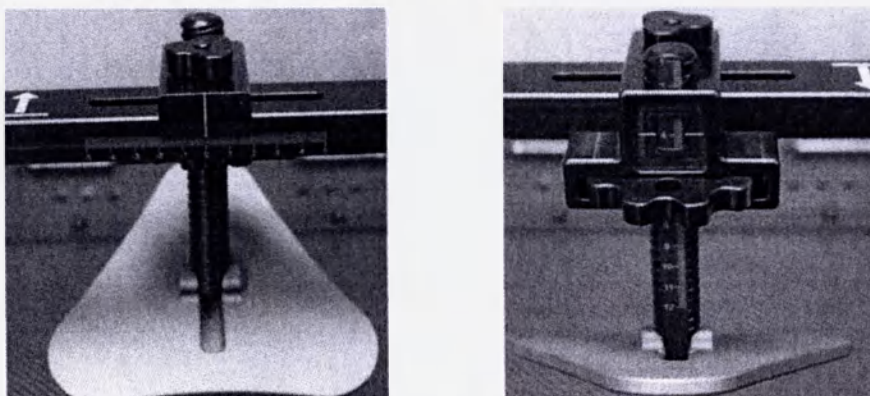

Рисунок 5
4.2.6 Ограничитель дыхания с упором для грудины (рисунок 5) используется для ограничения дыхательных движений и регулируется как по бокам, так и по вертикали.